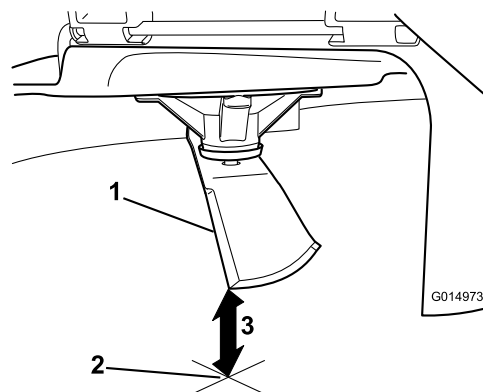

Figura 63
5. Meça da ponta da lâmina até à superfície plana (**Figura 63**).